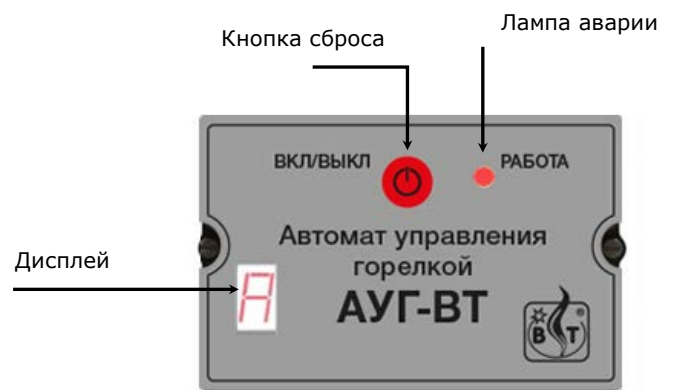

Рис.13 : ГС2 в состоянии неисправности
- * АУГ-ВТ ГС2 xxx находится в режиме «авария», сразу после включения. Лампа аварии горит красным. Дисплей показывает самый последний код неисправности. **Рис. 13**